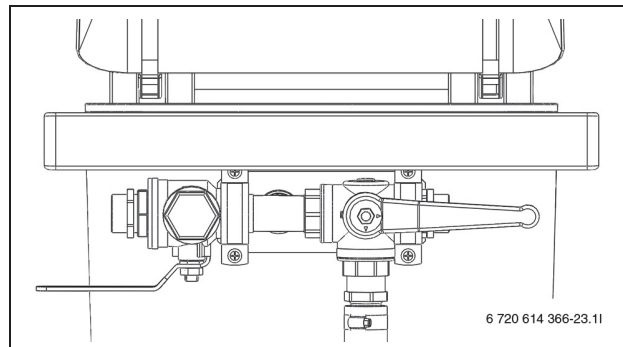

Bild 27 Påfyllnadsstation i påfyllningsläge
- Vrid ventilerna på påfyllnadsstationen till påfyllningsläge och fyll kretsen med köldbärarvätska (→ Bild 27).